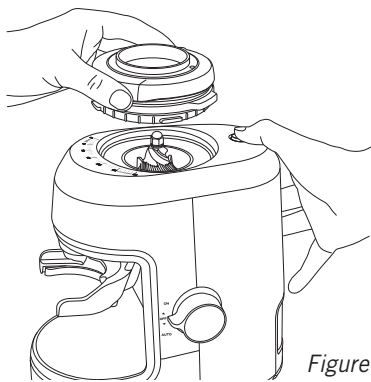

Figure 10
5. Sortez la cartouche de la base du broyeur comme le montre la figure 10.